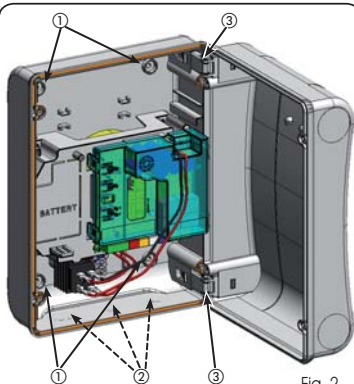
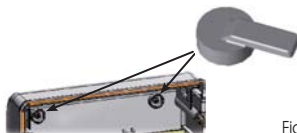

Fig. 2
Fig. 4
En la Fig.2 se indican los cuatro orificios Ø 5 mm para la fijación a la pared de la caja (ref.①), las tres predisposiciones para el montaje de los sujetadores M16/M20/M25 (ref. ②) y las dos bisagras de la tapa (ref.③).
Una vez fijada la caja en la posición deseada, tape los orificios de fijación (ref.① Fig.2) y los tornillos utilizados con las tapetas suministradas en dotación, tal y como se muestra en la Fig.4.